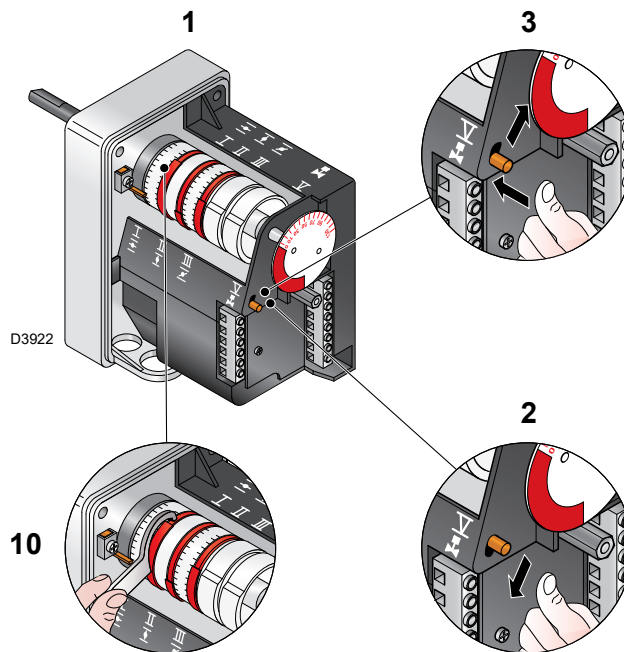

Fig. 28
- Para la eventual regulación de la leva III, en particular para desplazamientos pequeños, es posible utilizar la llave 10)(Fig. 28) sujeta por un imán debajo del servomotor.
Leyenda (Fig. 28)